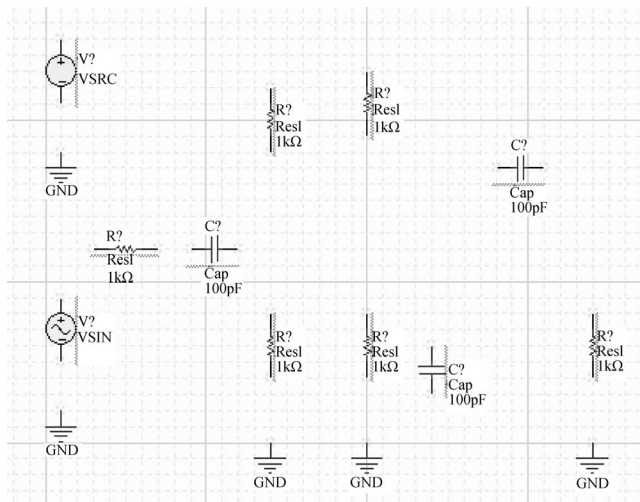

图 3-24 放置元器件和信号源
(1) 从 Miscellaneous Devices. IntLib 库中分别找到名称为 Res1 的电阻元器件、名称为 Cap 的电容元器件、名称为 NPN 的晶体管(必须选择 Model Type 为 Simulation 的元器件),并将其按照图 3-24 所示的位置进行放置。
(2) 从 Simulation Sources. IntLib 库中找到名称为 VSRC 和 VSIN 的元器件,并按照图 3-24 所示的位置进行放置。
(3) 单击 AD 软件主界面下工具栏内的  按钮,将 GND 按照图 3-24 所示的位置进行放置。